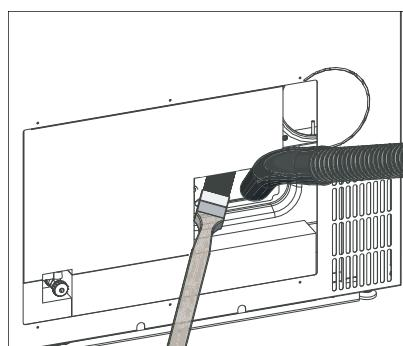

Fig.58 Pulire le parti superiori del vano cenere con una spazzola e poi aspirare il vano cenere
- ▶ Pulire le parti superiori del vano cenere con una spazzola e poi aspirare il vano cenere – Fig. 58.